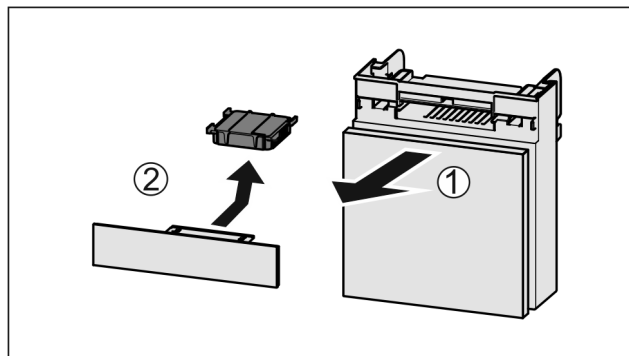

Fig. 155
- Træk rummet fremad Fig. 155 (1).
- Tag aktivkulfilteret Fig. 155 (2) ud.